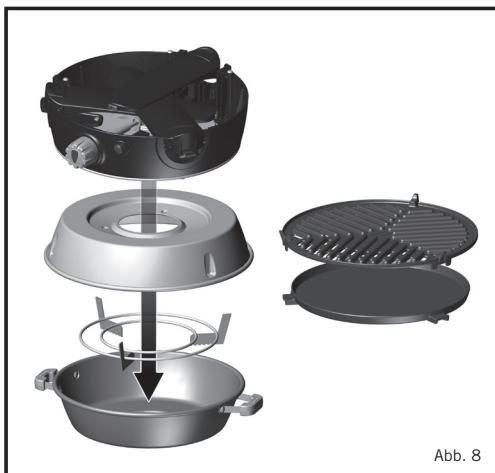

Abb. 8
- Für die Lagerung das Gerät auskühlen lassen. Nach der Reinigung: Klappen Sie das Gerät, wie oben in Abschnitt 3 beschrieben, zusammen. Legen Sie den Deckel unten in die Tasche. Als nächstes stellen Sie den Topfstander umgekehrt in den Deckel. Platzieren Sie die umgekehrte Fettauffangschale über den Deckel und Topfstander. Dann stellen Sie das Gerät umgekehrt über die Fettauffangschale. Das Grillrost und die flache Platte in das separate Fach im Deckel der Tasche stecken und sie dann schließen. Den Deckel der Tasche über die Tasche falten und dann schließen. (Abb. 8)